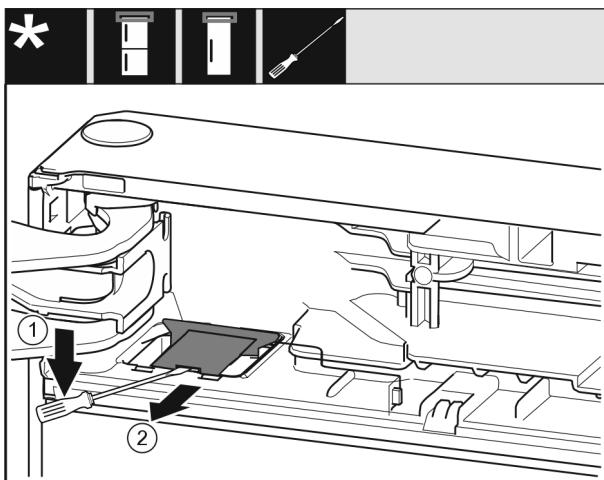

Fig. 10
- С плоска отвертка освободете и повдигнете капака. Fig. 10 (1)
- Извадете капака. Fig. 10 (2)